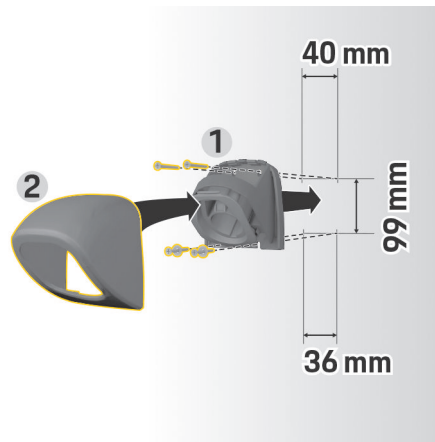

Fig. 228 Bormål
1. Ta pluggholderen 1 (Fig. 228) ut av dekselet 2 (Fig. 228).
4. Skru pluggholderen 1 (Fig. 228) på veggen.
5. Sett dekselet 2 (Fig. 228) på pluggholderen 1 (Fig. 228) fra undersiden og trykk det oppover.